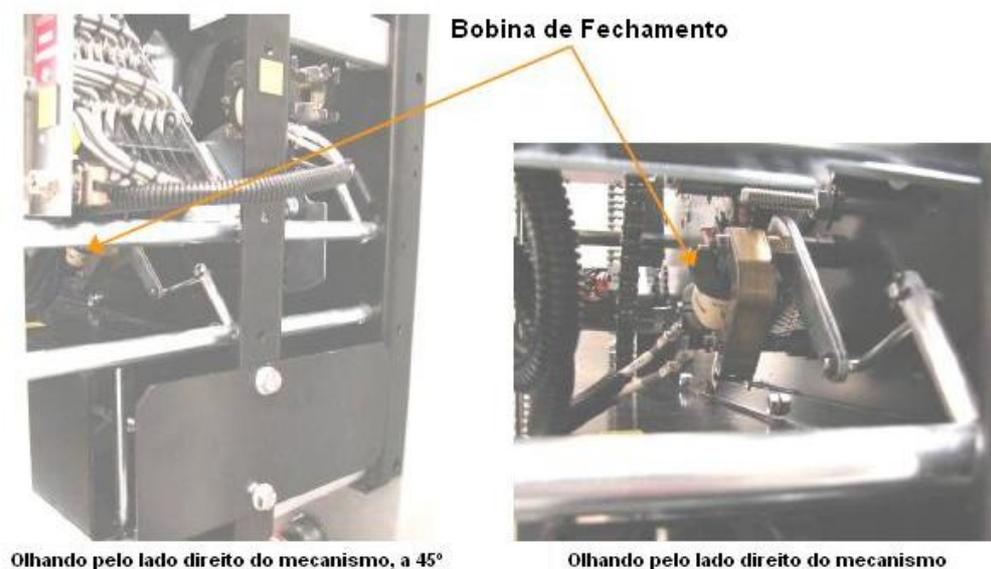

Figura 9: Localização da(s) Bobina(s) de Fechamento
1. Localizar a(s) bobina(s) de fechamento. A(s) bobina(s) podem ser acessadas pelo lado direito do mecanismo. A localização está ilustrada na Figura 9.